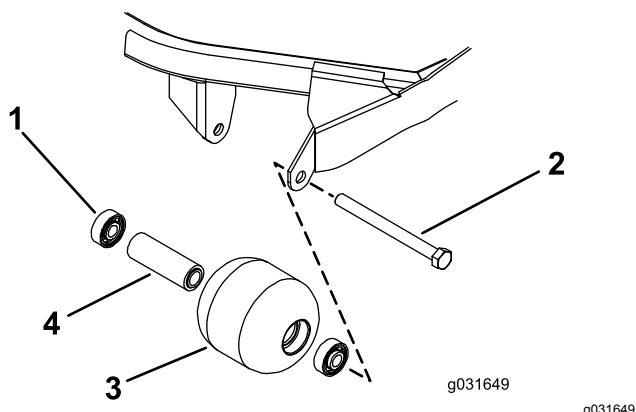

Figura 66
- Retire el perno de montaje del rodillo (Figura 66).
- Inspeccione el alojamiento del rodillo, los cojinetes, y el espaciador del cojinete (Figura 66).
- Introduzca el primer cojinete en el alojamiento del rodillo, haciendo presión solamente sobre el anillo de rodadura exterior, o de forma igual sobre el anillo exterior y el interior (Figura 66).
- Introduzca el espaciador (Figura 66).
- Introduzca el segundo cojinete en el alojamiento del rodillo hasta que entre en contacto con el espaciador, haciendo presión solamente sobre el anillo de rodadura exterior, o de forma igual sobre el anillo exterior y el interior (Figura 66).